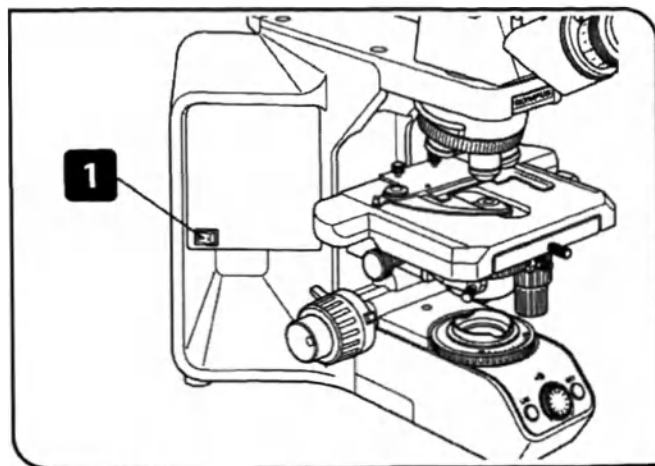

Рисунок 129 - ① - Кнопка питания микроскопа BX43F
4. Включите микроскоп BX43F , нажав кнопку на левой панели микроскопа (Рисунок 129).